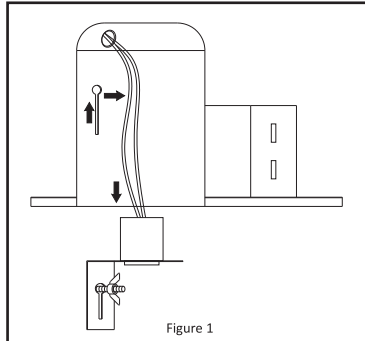
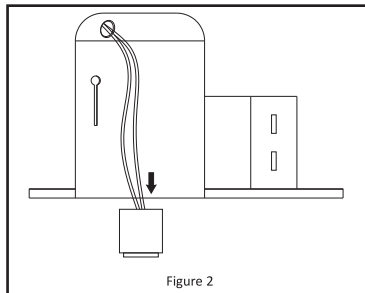

Figure 1
Figure 2
- Le cas échéant, desserrez les vis du support à douille, en poussant le support vers le haut jusqu'à son emplacement le plus haut. Retirez la plaque de montage de la douille existante du boîtier encastré, puis retirez la douille d'ampoule de la plaque. **Reportez-vous à la Figure 1 et à la Figure 2**